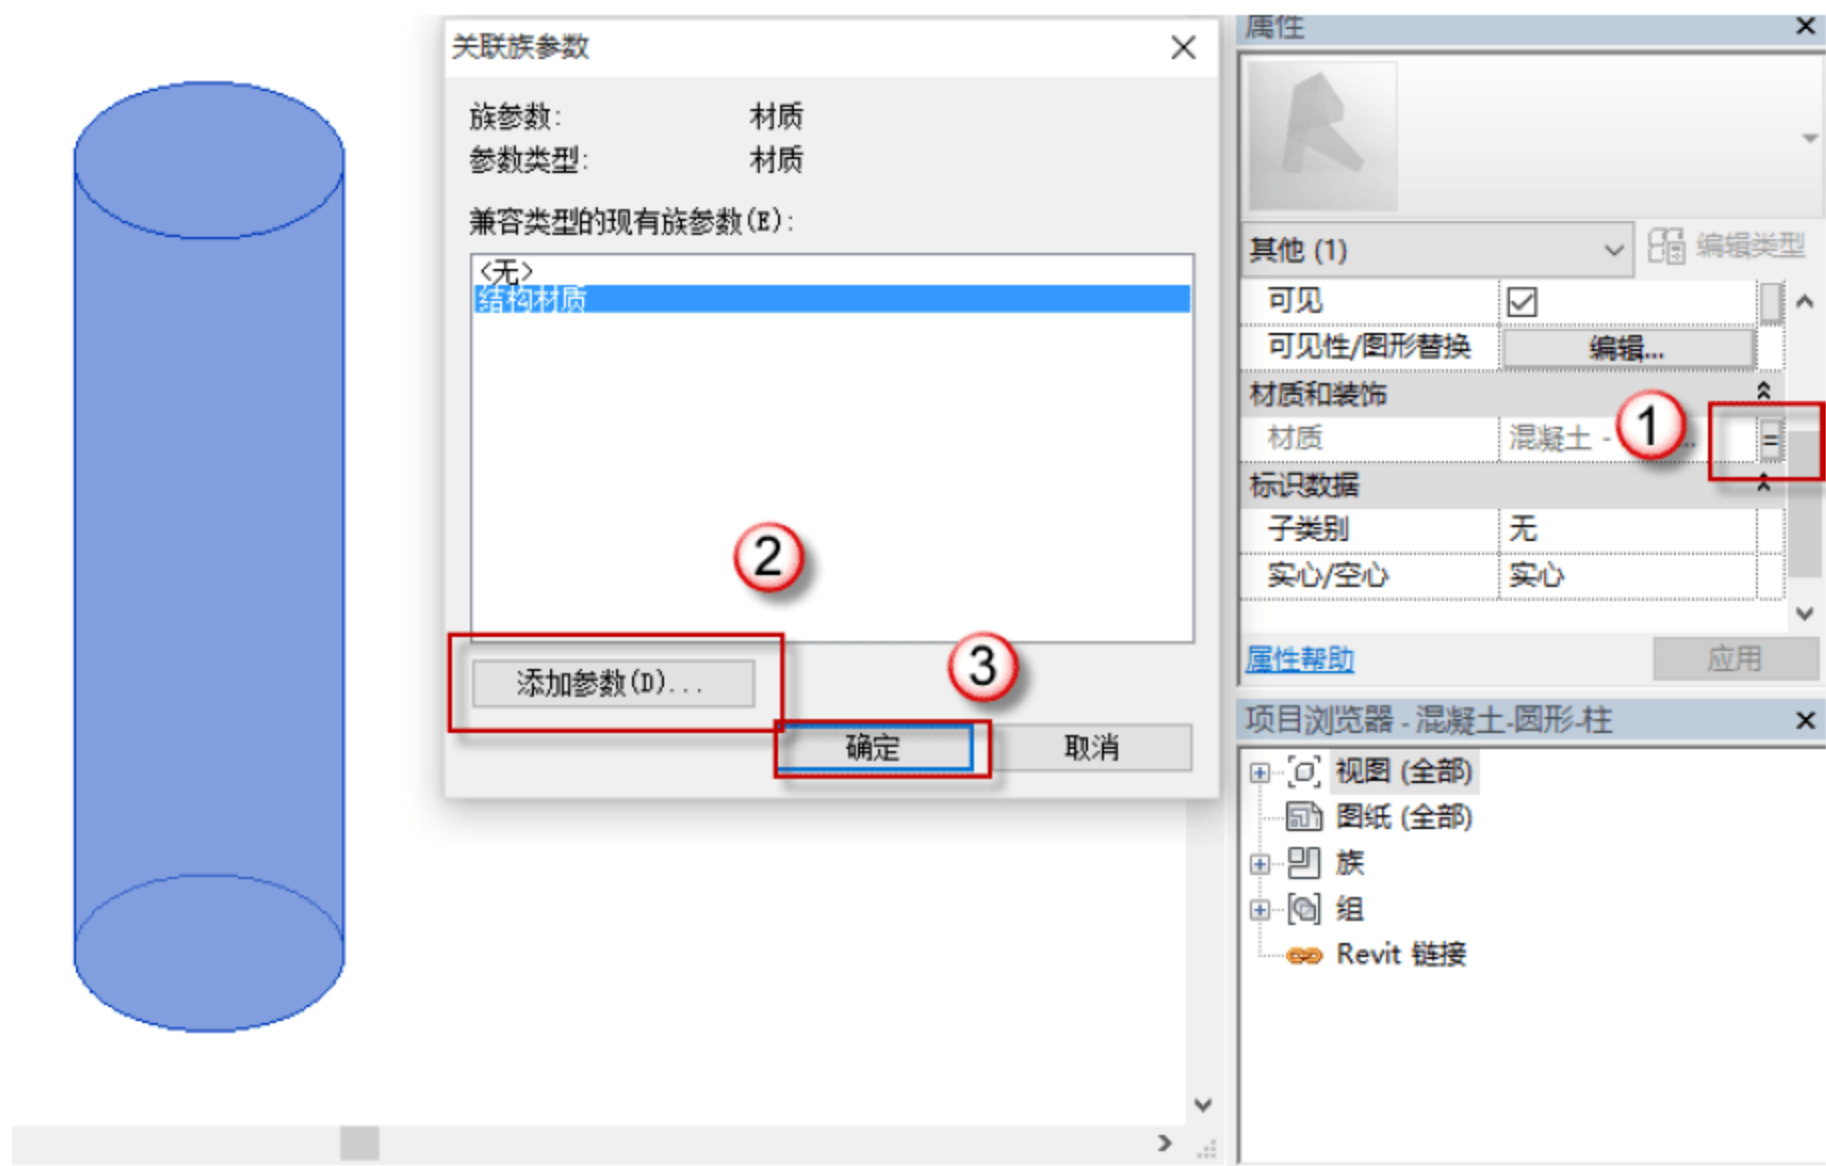

图 4.1.33 添加圆形框架柱的材质
(8) 给混凝土圆形框架柱添加材质，双击圆形框架柱进入族的编辑模式，添加参数进行编辑，如图 4.1.33 所示。